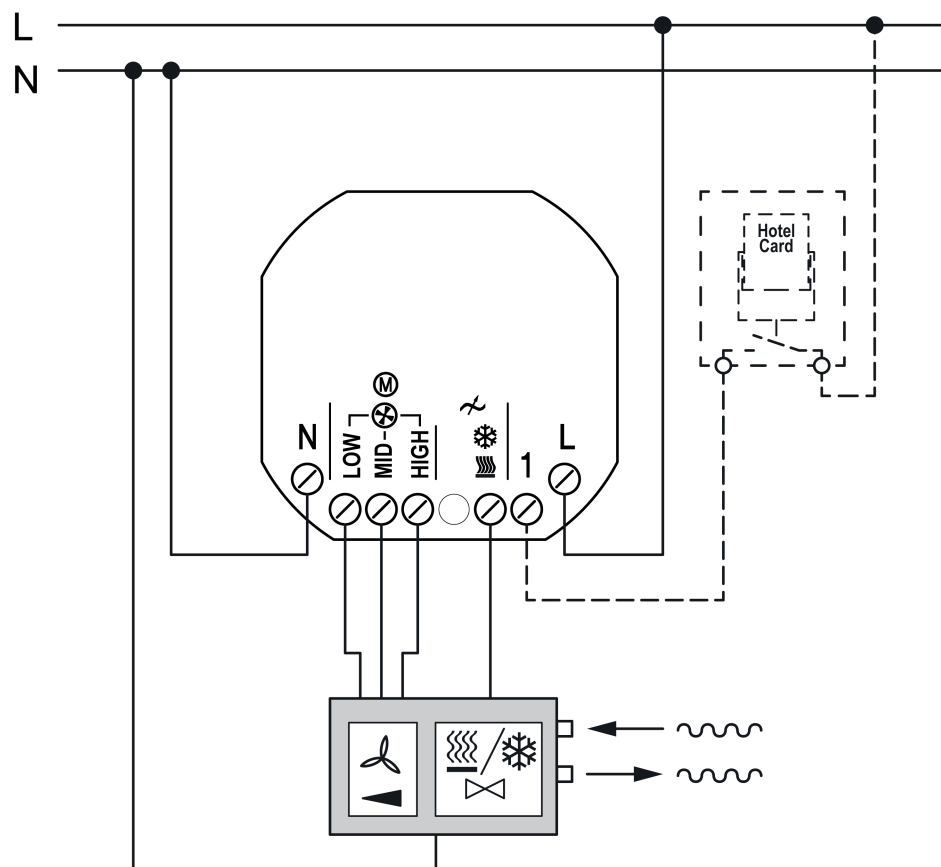
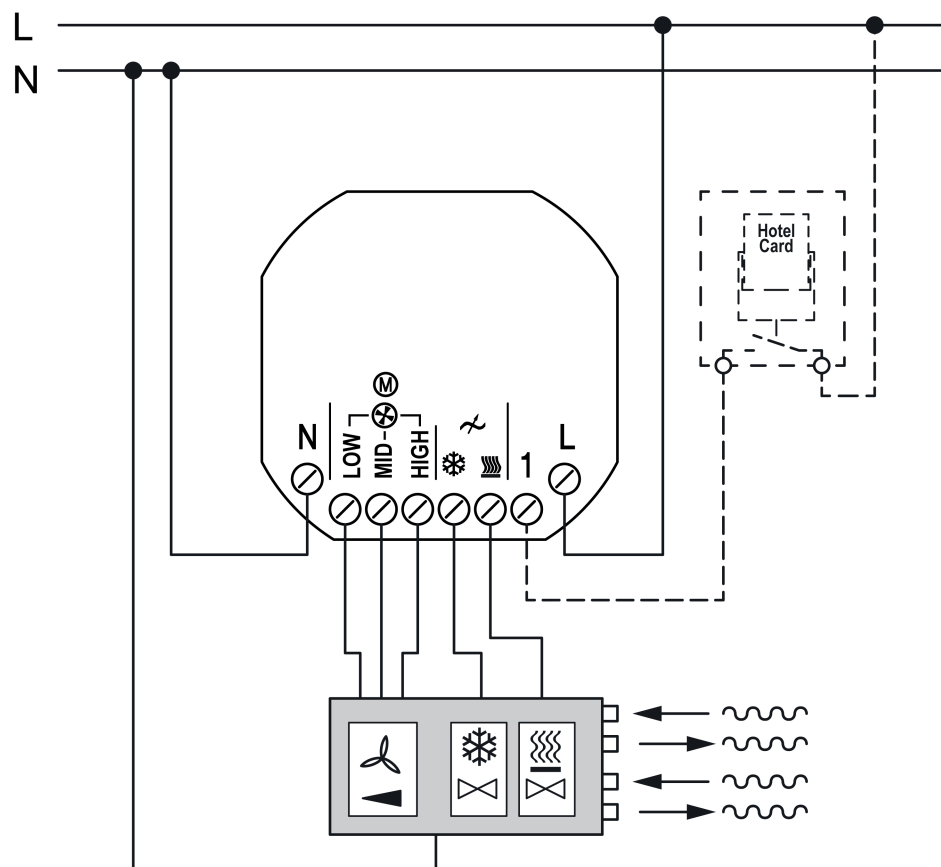

Figure 4: Raccordement du ventilo-convecteur à 2 tubes avec commutateur de cartes d'hôtel
Figure 5: Raccordement du ventilo-convecteur à 4 tubes avec commutateur de cartes d'hôtel
(8) Bloc secteur
(9) Cadre
(10) Garniture
- Ventilateur-convecteur pour fonctionnement à 2 tubes sur la variante de bloc secteur à 2 tubes (figure 4) ou à 4 tubes (figure 5) Raccorder .
- Ventilateur-convecteur pour fonctionnement à 4 tubes sur la variante de bloc secteur à 4 tubes (figure 5) Raccorder .
- Monter le bloc secteur (8) dans le boîtier d'appareillage en bonne position. Respecter le marquage **TOP** = haut.
- Enficher le cadre (9) sur le mécanisme.
- Enficher la garniture (10) sur le mécanisme.